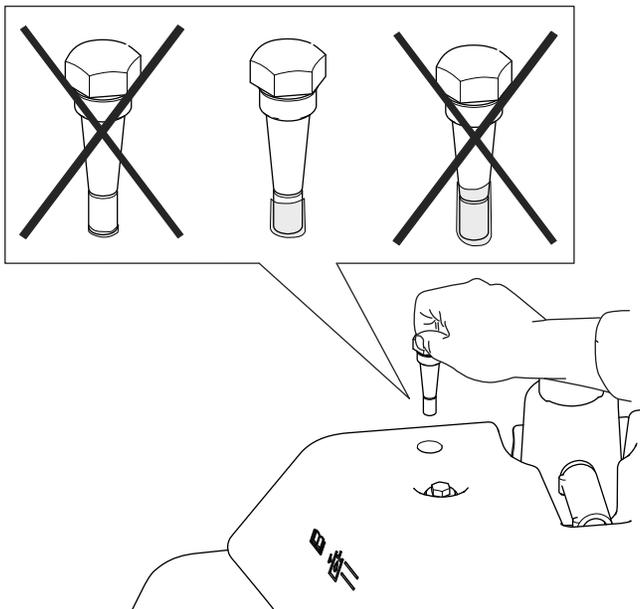

Figure 49
4. Ressortez la jauge et contrôlez le niveau de liquide. Il est suffisant s'il se situe entre les deux repères sur la jauge. Si le niveau de liquide n'est pas entre les repères maximum et minimum, rectifiez le niveau (Figure 49).